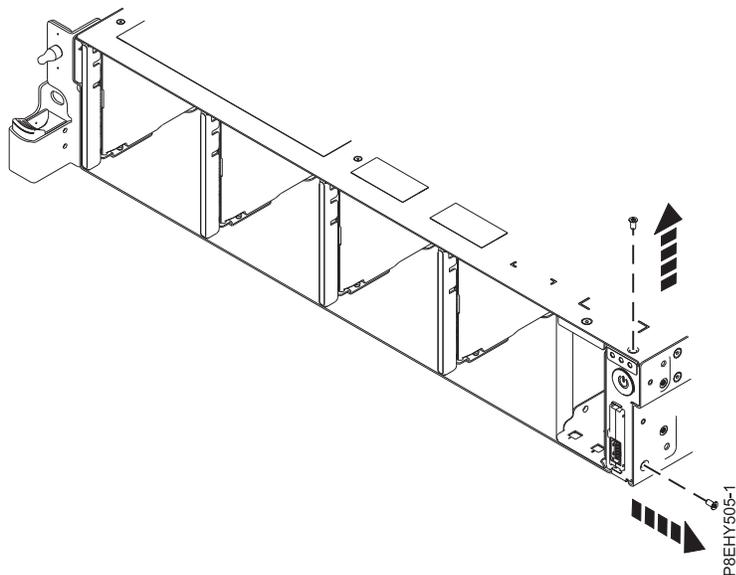

Figura 58. Extracción de los tornillos de la parte superior y lateral
8. Extraiga los tornillos de la parte superior y lateral del interruptor de alimentación. Consulte la Figura 58 en la página 59.